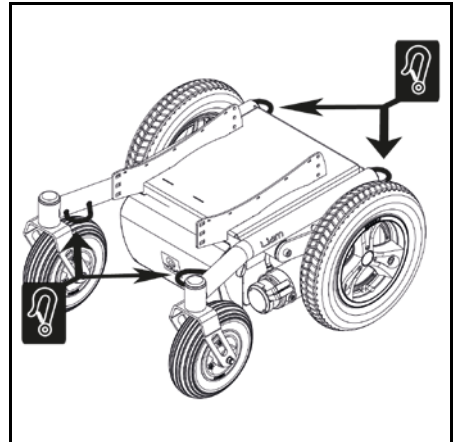

Abb. 7.1
Elektrorollstühle sind sehr schwer und lassen sich nicht leicht heben. Verwenden Sie daher geeignete Rampen, um den Stuhl in und aus dem Fahrzeug zu fahren. Sobald sich der Rollstuhl im Fahrzeug befindet, muss er an den dafür vorgesehenen Befestigungspunkten mit einem nach ISO 10542 zertifizierten Befestigungssystem gesichert werden (Abb. 7.1), das für das gesamte Rollstuhlgewicht konzipiert ist. Das gesamte Gewicht des Rollstuhls hängt von der genauen Bauart und den Teilen des Rollstuhls ab. Die technischen Spezifikationen (Kapitel 10) beschreiben die optional erhältlichen Teile sowie deren Einfluss auf das Gesamtgewicht. Ermitteln Sie immer das Gesamtgewicht des Rollstuhls, um sicherzustellen, dass das korrekte Befestigungssystem zum Einsatz kommt.
- Alle 4 Befestigungspunkte müssen verwendet werden (Abb. 7.1).